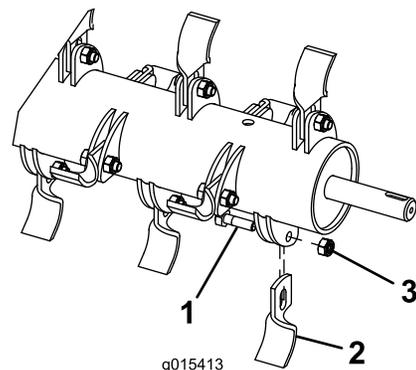

Figure 12
1. Tenez la lame dans un chiffon ou un gant épais et retirez l'écrou, le boulon de la lame et la lame (Figure 12).
2. Montez une lame neuve et fixez-la en place avec un écrou et un boulon neufs (Figure 12).